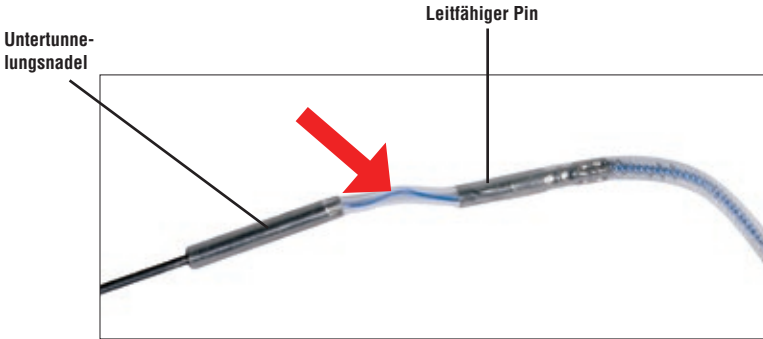

Abbildung 8 - Proximales Ende des TransLoc mit Untertunnelungsnadel
- Eine überschüssige Elektrodenlänge kann im Muster wie in Abbildung 8 gezeigt, in Schlaufen um die FrictionLoc-Haken gelegt werden.